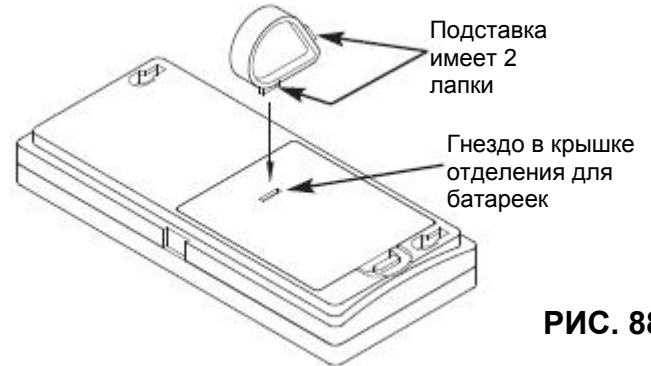

РИС. 88
1. Защелкнуть одну из двух лапок подставки в прямоугольном гнезде на обратной стороне корпуса пульта дистанционного управления (См. Рисунок 88).